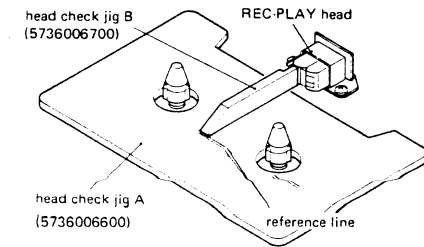

Fig. 5-7
1. Place the deck in PLAY mode. Make sure head check jig B touches the surface of the REC & PLAY head when the other end of the jig is positioned between the jig A line markers (fig. 5-7).
1. PLAY状態で、ヘッド治具(B)を録・再ヘッドの先端に当てたとき、ヘッド治具(B)他端が高さヘッド治具(A)の基準範囲内にあることを確認する。(Fig.5-7)